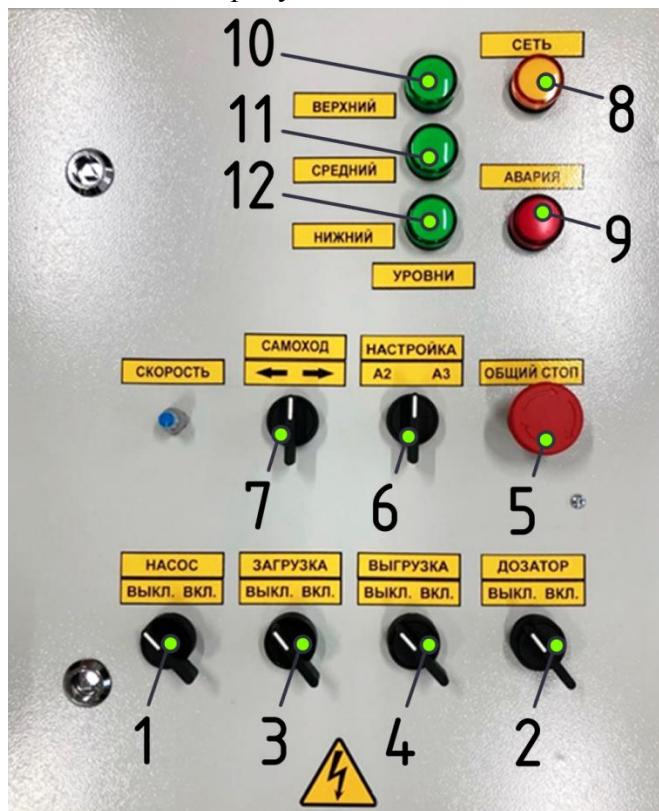

Рис. 4.4 Панель пульта управления
**ВНИМАНИЕ! Исходные положения тумблеров и переключателей перед запуском и началом работы протравливателя - тумблеры «Насос», «Дозатор», «Загрузка», «Выгрузка» (поз. 1-4 рис. 4. 4) должны быть в положении «Выключено», переключатель Автоматические режимы работы должен быть в положении «Выключено» (поз. 6 рис. 4. 4), кнопка блокировки (поз.5 рис. 4. 4) должна быть отключена -не должна гореть лампочка авария (поз. 9 рис. 4. 4), переключатель (поз.7 рис. 4.4) самохода в нейтральном положении.**
6.5.1 Подсоединить вилку кабеля к розетке на пульте управления. Кабель зафиксировать. На пульте управления протравливателя переключатели (рис.4.4) необходимо установить в исходное положение.
6.5.2 Подсоединить кабель к электросети напряжением 380В, 50 Гц. Включить напряжение на пульте управления протравливателя. На пульте должна загореться лампочка «Питание» (поз. 8 рис. 5.4). При нажатии кнопки «Блокировка» (поз. 5 рис. 4.4) должна загореться лампочка «Авария» (поз. 9 рис. 5.4).
шнека. Для этого с помощью тумблера «Загрузка» (поз. 3 рис. 4.4) на пульте управления включить на непрерывное время загрузочный шнек. Направление вращения загрузочного шнека должно соответствовать направлению стрелки, которая нанесена на кожухе двигателя. При несоответствии направлений необходимо отключить питание проправливателя и поменять подключение фаз для указанного электродвигателя. Для электродвигателя выгрузного шнека, необходимо произвести те же операции: тумблер «Выгрузка» (поз 4 рис. 4.4). Затем следует проверить направление вращения электродвигателя питателя МДС. Тумблер «Дозатор» (поз. 2 рис. 4.4), согласно стрелке, указанной на электродвигателе. Вращение электродвигателя МДС в обратную сторону не допускается во избежание поломки.